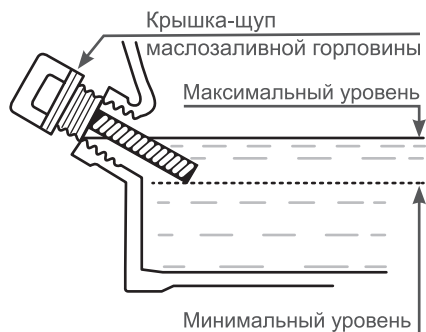

Рис. 11. Проверка уровня масла в картере
Максимальный уровень масла в картере соответствует нижней кромке заливного отверстия (Рис. 11).
- Аккуратно извлеките щуп и осмотрите его. Уровень масла должен соответствовать верхней отметке на щупе. При недостаточном уровне масла в картере необходимо долить чистое масло до верхней отметки на щупе, что соответствует нижней кромке заливного отверстия (Рис. 11).